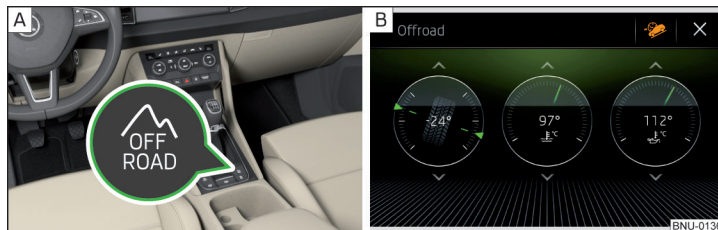

Fig. 255 Tecla Offroad / Pantalla del Infotainment: Visualización en la activación
► Para **activar/desactivar**, presionar la tecla  » fig. 255 - A.
En la **activación ilumina** en el cuadro de instrumentos combinado el testigo de control del modo Offroad  y el asistente de marcha en pendientes . En la pantalla del Infotainment se realiza la iluminación de la visualización del modo Offroad » fig. 255 - B.